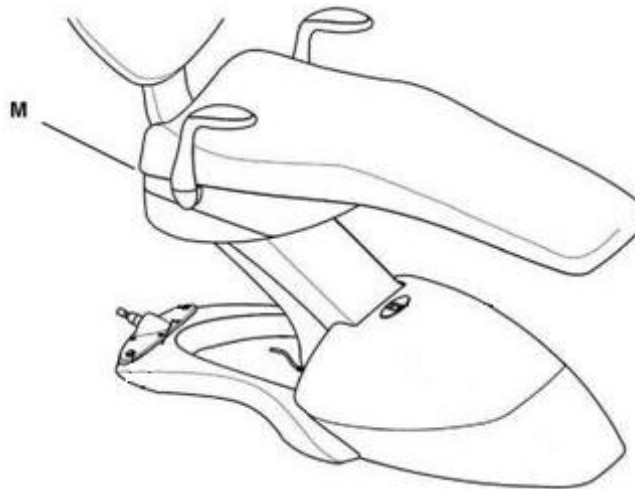

Рисунок 6.2.1.
6.2.6. Функции кнопок на пульте блока ассистента соответствуют функциям на джойстике кресла пациента. Кнопка Р на пульте блока ассистента соответствует кнопке М со стороны кресла (см. Рисунок 6.2.1).